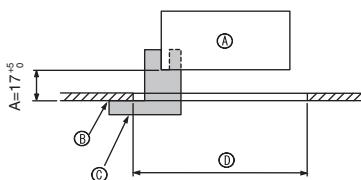

Fig. 9-2
①	Dimensões da grelha	1	950 x 950 (mm)
②	Parafuso com anilha fixa	4	M5 x 0,8 x 25
③	Manómetro	1	(Dividido em quatro partes)
④	Fecho	3
⑤	Parafuso	4	4 x 8
⑥	Parafuso	1	4 x 12
⑦	Controlo remoto sem fio	1	para PLP-6BALM
⑧	Controlo remoto com fio	1	para PLP-6BAMD
9.2. Preparar a fixação da grelha (Fig. 9-2)
- Utilizando o manómetro ③ fornecido com este kit, ajuste e verifique a posição da unidade em relação ao tecto. Se a unidade não estiver adequadamente posicionada em relação ao tecto, poderá permitir a existência de fugas de ar ou provocar a acumulação de condensação.
- Certifique-se de que o passo ④ é realizado com 17-22 mm. Se não aderir a esta amplitude de valores poderão ocorrer danos.